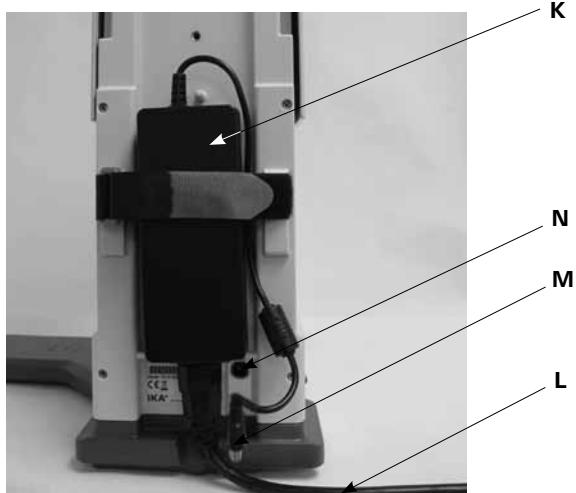

Fig. 9
3.) 바탕 화면 전환을 고정 (Fig. 9)
- 연결 소켓(**N**)에 낫은 전압 커넥터(**M**)를 연결합니다. (Fig. 9)